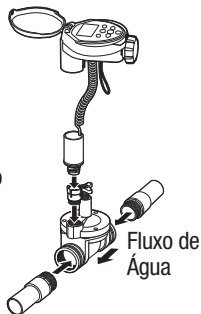

Figura 1a
2. Instale uma válvula de esfera ou de comporta de 3/4" no tubo de PVC ou no coletor da válvula antes de instalar o controlador (Figura 1a e 1b).